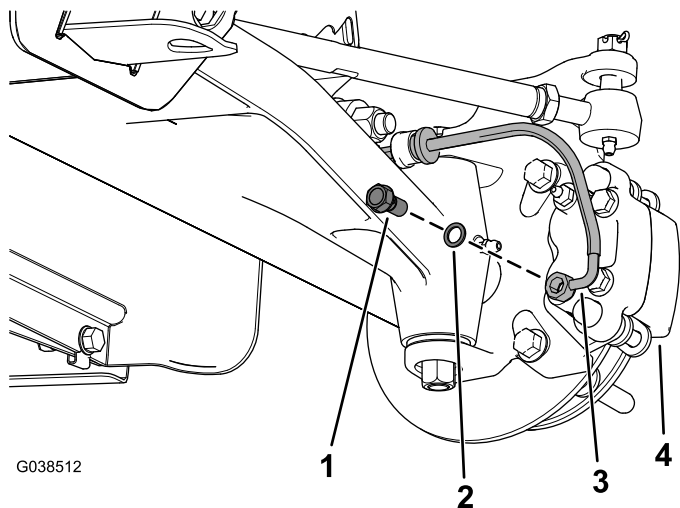

Figura 3
3. Retire el perno hueco y la arandela del conjunto de pinza de freno, y retire el tubo del freno delantero del conjunto de pinza de freno (Figura 3).
13. Instale el tubo del freno delantero en el conjunto de pinza de freno usando un perno hueco y 2 arandelas para perno hueco (Figura 3).